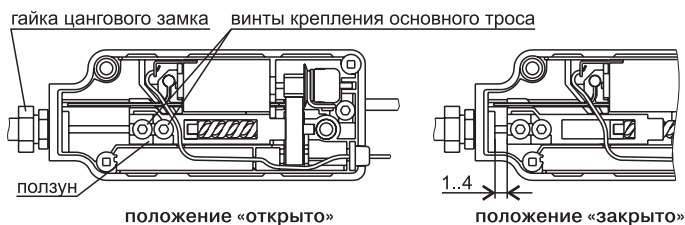

Рис. 7. Крепление основного троса в приводе
11. Заверните винты крепления троса на ползуне (см. рис. 7) с усилием не более 10..15 кг/см.